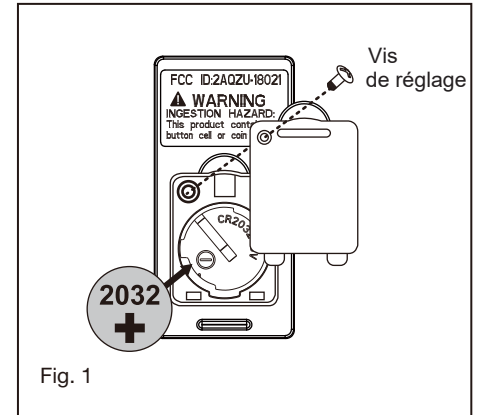

Fig. 1
- 1 Fixez la pale au moteur à l'aide des vis et des rondelles en fibre fournies. Répétez l'opération pour les pales restantes. Assurez-vous que les vis sont bien **SERRÉES** ! Des vis de moteur desserrées peuvent provoquer un bourdonnement indésirable lors du fonctionnement. (Fig. 1)
- 1 Tout en maintenant l'ensemble LED sous votre ventilateur, effectuez les connexions à fiches polarisées : (Fig. 1)
- 5 Tout en maintenant l'abat-jour sous votre ventilateur. (Fig. 1)
- 6 Plaquez l'abat-jour contre le ventilateur et tournez-le dans le sens des aiguilles d'une montre jusqu'à ce qu'il soit bien ajusté ; **NE SERREZ PAS TROP FORT.** (Fig. 1)
- 1 Sélectionnez un emplacement souhaité. Utilisez la plaque murale pour marquer l'emplacement des trous de montage. Des chevilles murales en plastique ou des vis de montage sont nécessaires pour cette application. (Fig. 1)
Retirez le panneau de l'émetteur, puis installez une pile 2032 (incluse). Vous devez utiliser une pièce de monnaie pour ouvrir ou fermer le couvercle de la batterie. Pour éviter d'endommager l'émetteur, retirez la batterie s'il n'est pas utilisé pendant de longues périodes (Fig. 1).